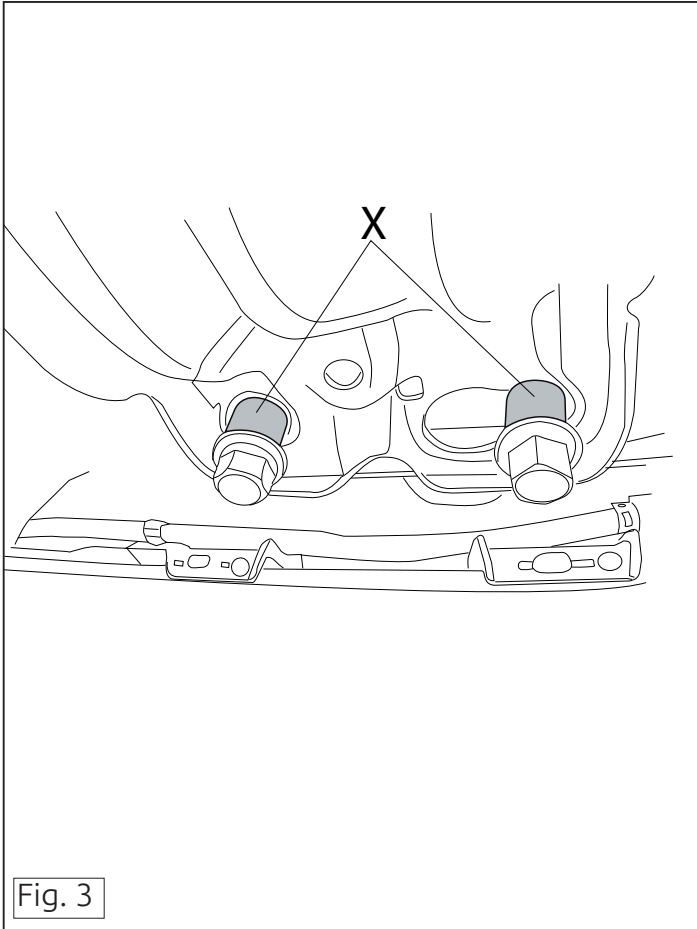

Fig. 3
10. Собрать запасное колесо. (см. рис. 3).